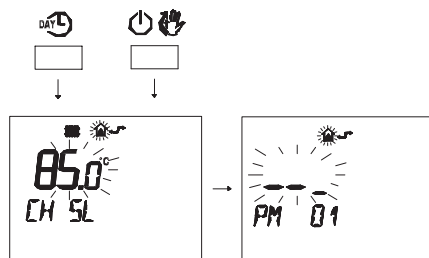

Figura 5.43
- Premere contemporaneamente i pulsanti **DAY** e **ON/OFF** per entrare nella programmazione trasparente (Figura 5.43).